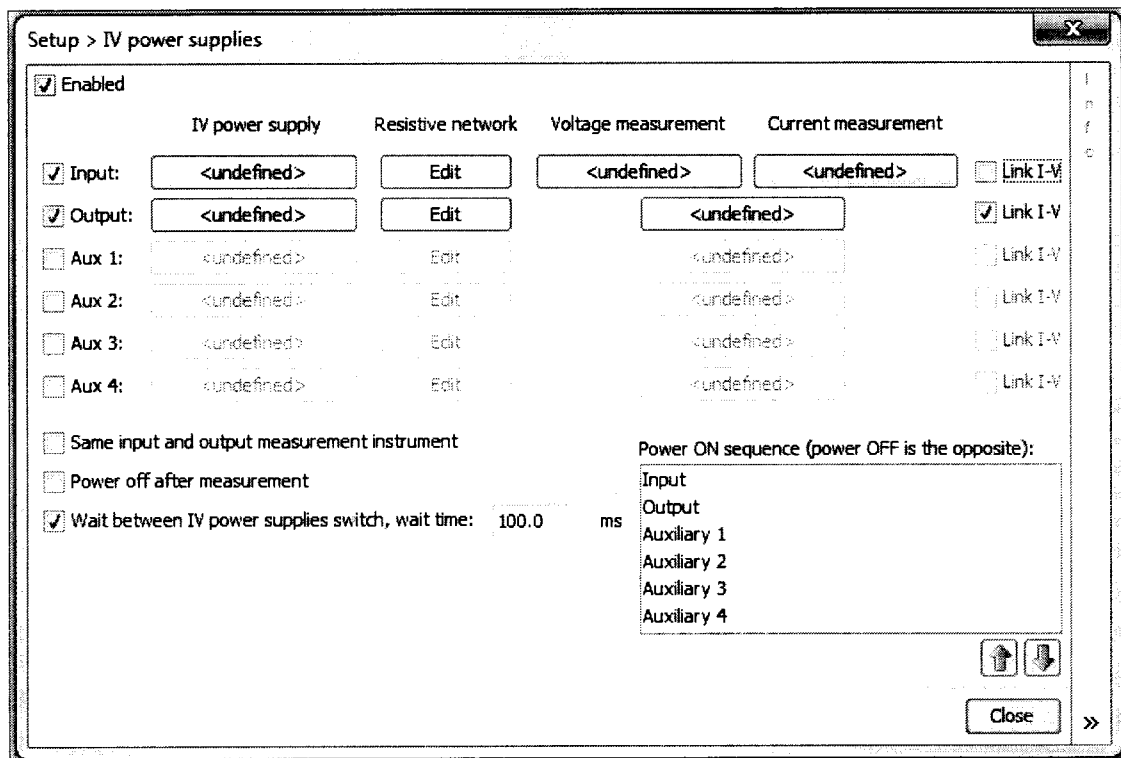

Рисунок 7.6.2 – Окно Setup > Power supplies, конфигурация для измерения напряжения и силы тока зондом стока
7.6.3.1 1 Нажать клавишу Undefind на пересечении IV power supply / Input (рисунок 7.6.2), при этом появится окно Setup>Power supplies>Input generator.
7.6.3.2 Нажать клавишу Unfind на пересечении IV power supply / Output (рисунок 7.6.2), при этом появится окно Setup>Power supplies>Output generator.
7.6.3.3 Нажать клавишу Undefined на пересечении Input/Voltage measurement (рисунок 7.6.2), при этом появится окно Setup>IV power supplies>Input voltage measurement.
7.6.3.4 Нажать клавишу Undefined на пересечении Input / Current measurement (рисунок 7.6.2), при этом появится окно Setup>IV power supplies>Input current measurement.
7.6.3.5 Нажать клавишу Undefined на пересечении Output / Voltage measurement/Current measurement (рисунок 7.6.2), при этом появится окно Setup>IV power supplies>Output measurement.
7.6.3. Нажать клавишу Undefined на пересечении Input / Voltage measurement (рисунок 7.6.2), при этом появится окно Setup>IV power supplies>Input voltage measurement.